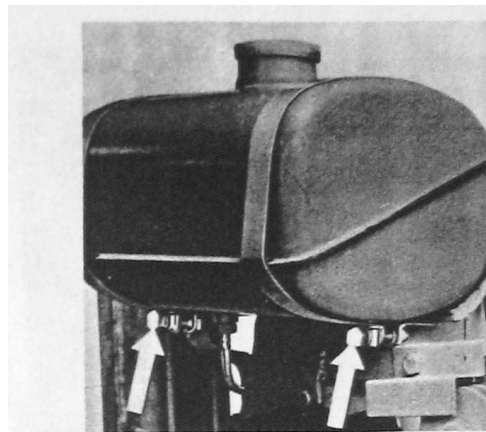

Fig. 1
- a) Vier Sechskantschrauben (Fig.1) abschrauben.
- a) Unscrew four hexagonal screws (Fig.1).
2. Zwei Sechskantschrauben M 8 x 50 (Fig. 1) entfernen und Spannbänder des Kraftstoffbehälters abnehmen.
2. Slacken and take off the two bolts hex M 8 x 50 (Fig. 1) and remove the two holding bands.